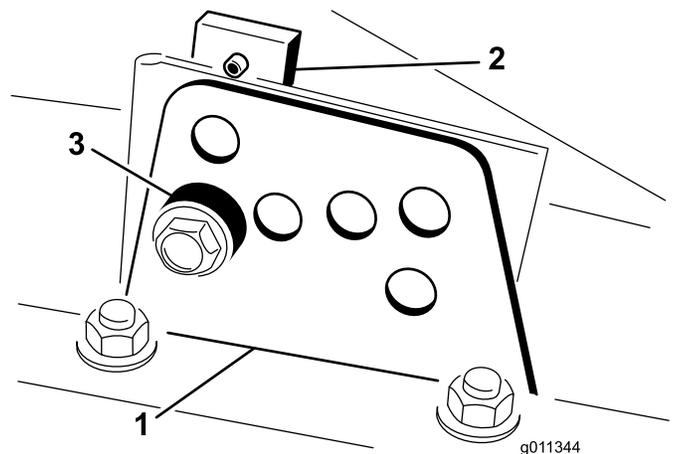

Figura 7
2. Allentate il bullone che fissa ogni staffa dell'altezza di taglio alla relativa piastra (lati anteriore e laterali) (Figura 7).